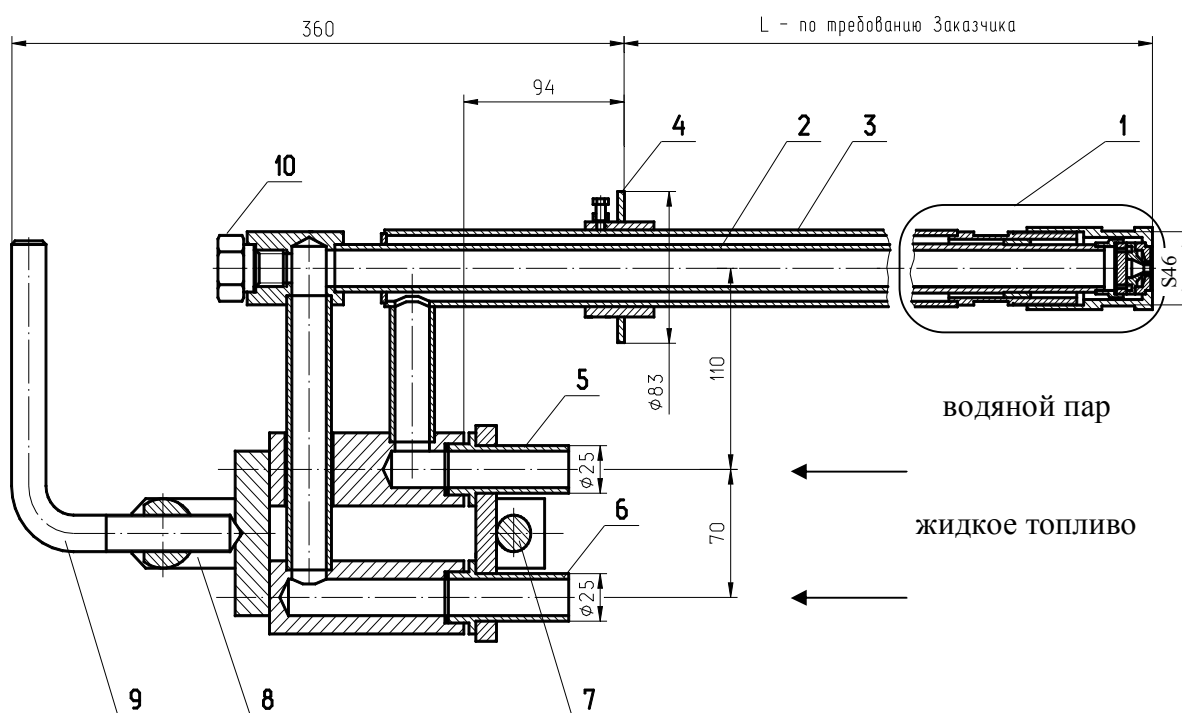

Рис. 1 Эскиз форсунки
Форсунка состоит из (рис. 1):
1. Приварить трубопровод жидкого топлива к ниппелю 6 и трубопровод пара (сжатого воздуха) к ниппелю 5 форсунки (рис. 1). Рекомендуемая труба для подвода жидкого топлива и пара- труба 25×3,2 по ГОСТ 3262-75.
Пробка 10 (рис.1) предназначена для очистки ствола подвода топлива.